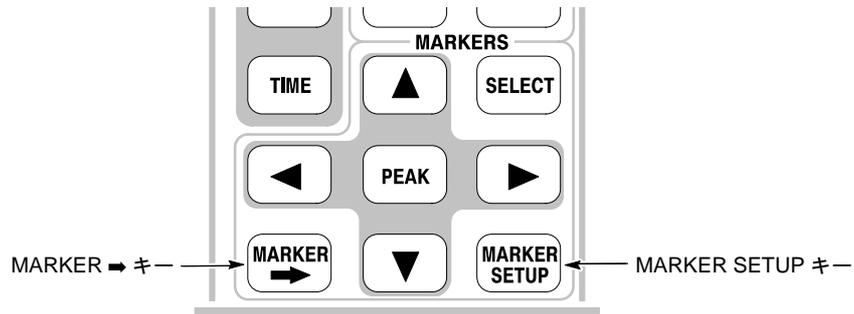

図 3-39 : MARKER キー
1. 前面パネルの **MARKER SETUP** キーを押します (図 3-39)。